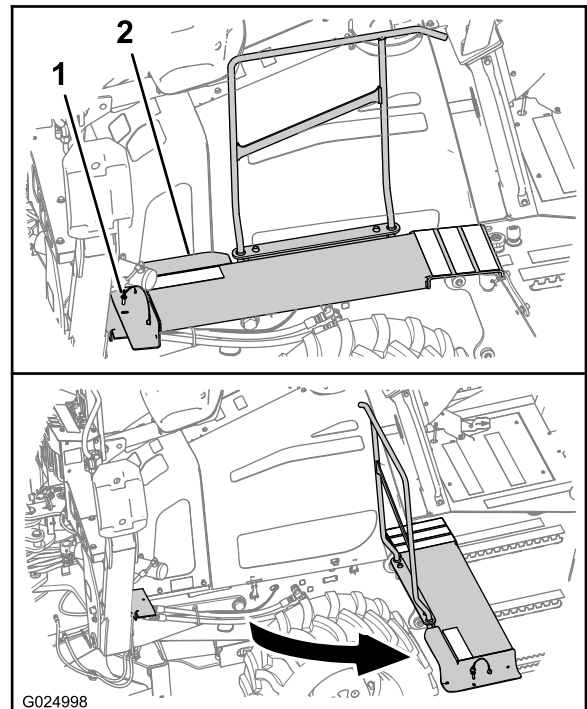

Bild 59
- A. Nehmen Sie an der linken Seite der Maschine den Haltering vom vorderen Ende des Durchgangs ab (Bild 59).
B. Drehen Sie den Durchgang von der Maschine weg, wie in Bild 59 abgebildet.
- A. Drehen Sie das vordere Ende des Durchgangs auf die Ausgangsstellung (Bild 59).
- B. Fluchten Sie das Loch im Durchgang mit dem Loch in der Stützhalterung für den Durchgang aus (Bild 59).